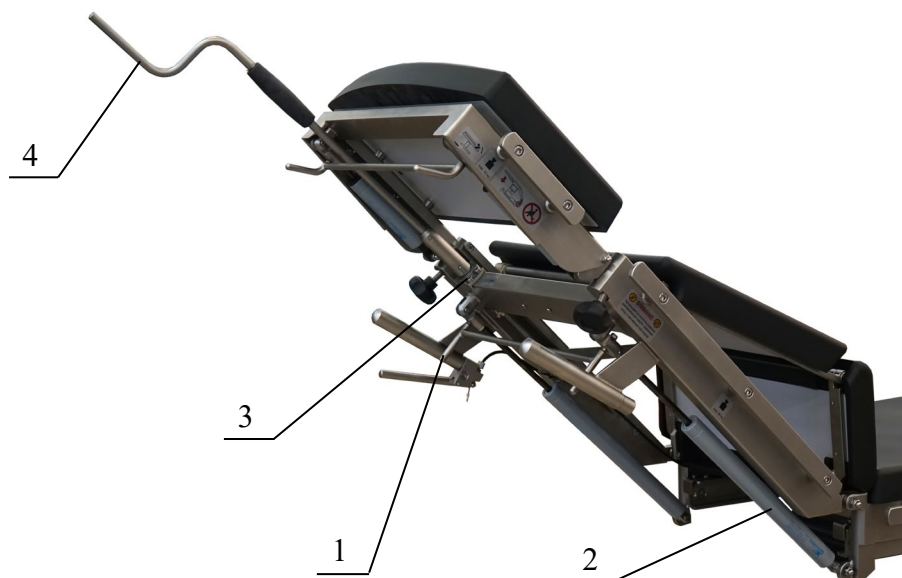

Рисунок 7. Схема управления спинной секцией.
Поверните рукоятку 1 (Рисунок 7), расположенную под спинной секцией панели стола. При этом произойдет разблокировка газовых пружин 2, и спинная секция поднимется вверх. Установите необходимый наклон спинной секции (при необходимости надавливая на секцию рукой вниз) и отпустите рукоятку 1.
ВНИМАНИЕ! В случае если пациент весит более 90 кг, изменять угол наклона спинной секции следует с особым вниманием: следует быть готовыми к тому, что придется приложить большое физическое усилие для того, чтобы поднять его вверх или исключить падение вниз в тот момент, когда газовые пружины 2 (Рисунок 7) разблокированы.
- Вставьте ручку 4 в гнездо привода излома спинной секции 3 (Рисунок 7);